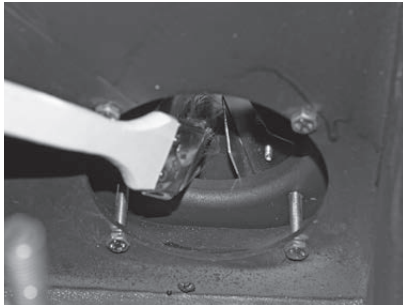

Fig. 108 Gebläserad reinigen und aussaugen
- ▶ Gebläserad mit Pinsel reinigen – Fig. 108.